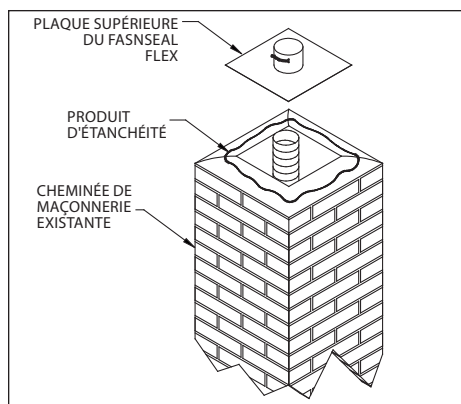

Figure 16
1. Faire glisser la plaque supérieure par-dessus la doublure flexible et fixer hermétiquement la plaque à la cheminée de maçonnerie en déposant un cordon de produit d'étanchéité non durcissant tout autour du sommet de la cheminée et sur la face inférieure de la plaque (**Figure 16**).